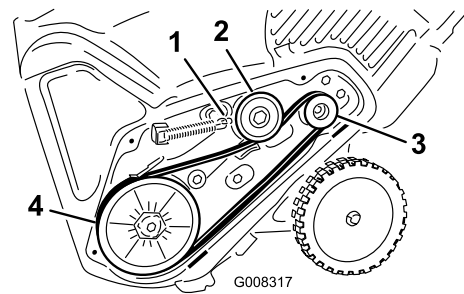

Figura 28
5. Instale la correa de transmisión nueva, enrutándola como se muestra en la Figura 28.
8. Instale el muelle del freno en el brazo tensor (Figura 28).